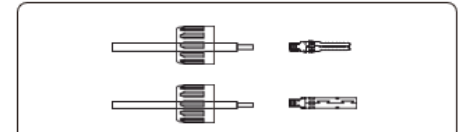

Figura 5.14 Inserte el cable en la tuerca ciega del conector y la clavija de contacto
2. Inserte el cable en la tuerca ciega del conector y la clavija de contacto. (vea la Figura 5.14).